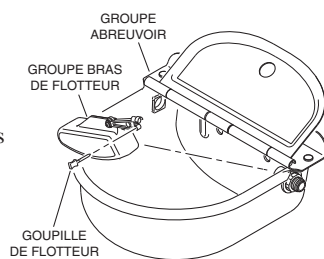

Figure 1
2. Pour pouvoir accéder aux orifices de fixation, démontez la goupille du flotteur et le groupe flotteur - bras de l'abreuvoir (voir Figure 1).
4. Percez deux trous aux deux (2) emplacements marqués.